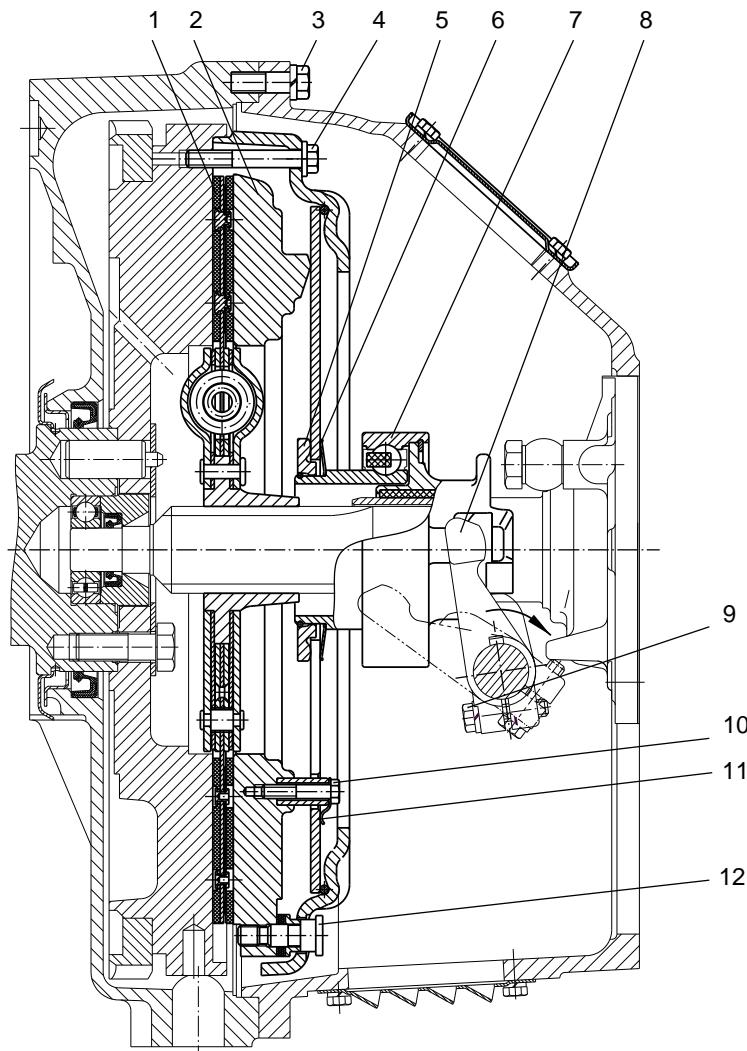
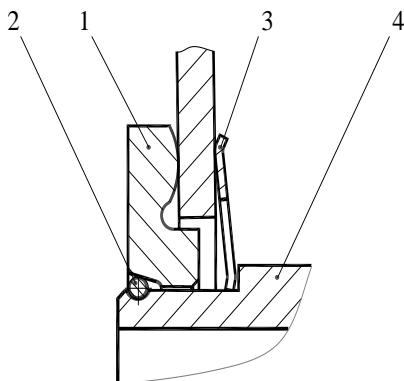

Рис. 115. Сцепление:
Рис. 117. Установка муфты выключения сцепления:
Диафрагменное сцепление (рис. 115) состоит из ведущих и ведомых частей, а также механизма выключения.
Механизм выключения сцепления состоит из муфты с подшипником 7 (см. рис. 115) и вилки 8 с валом, на шлицевой конец которого устанавливается рычаг. Муфта выключения сцепления соединяется с диафрагменной пружиной с помощью запорного устройства (рис. 117). При работе муфта центрируется по направляющей крышки заднего подшипника первичного вала коробки передач и удерживается от поворота боковыми поверхностями вилки.
Выключение сцепления осуществляется поворотом вала по часовой стрелке (см. рис. 115).
1. Установить муфту на нажимной комплект (корзину) в соответствии с рис. 117.